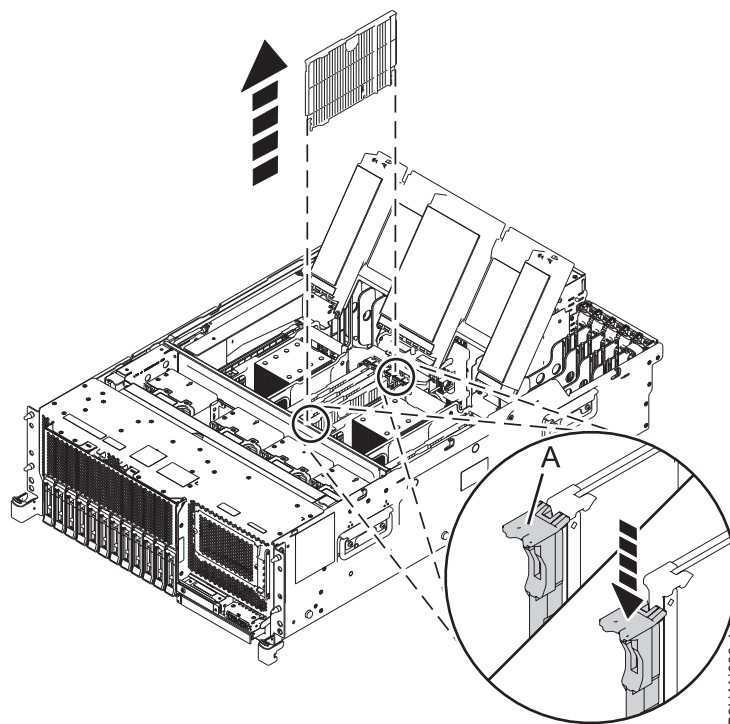

Figura 7. Remover o enchimento de um módulo de memória da ranhura do módulo de memória num sistema 8247-42L, 8286-41A ou 8286-42A
- a. Para desbloquear o enchimento do módulo de memória do conector na ranhura, empurre as patilhas de bloqueio (A) na direcção apresentada em Figura 7 na página 13. A acção de alavanca das patilhas força o enchimento do módulo de memória a sair para fora do conector.